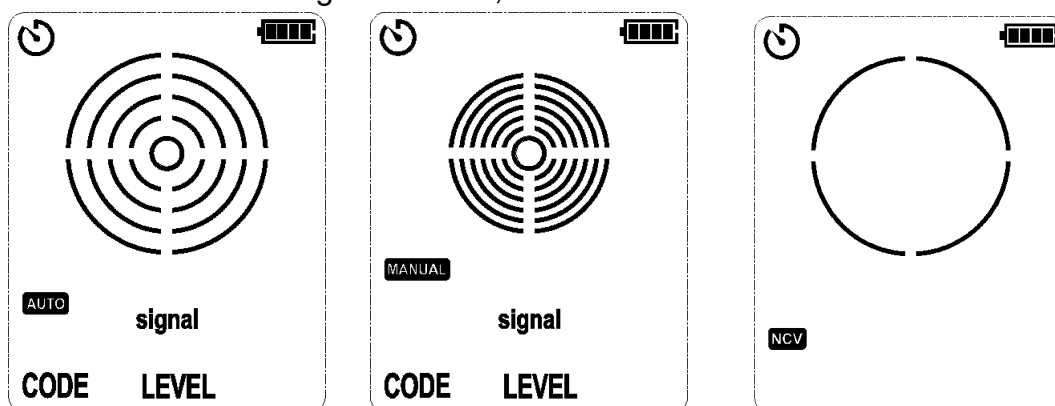

Figure 6.2.3a Mode
1. Lorsque le récepteur est allumé : En mode AUTO ou MANUEL (en mode repérage des câbles), appuyez brièvement sur le bouton NCV pour passer en mode NCV. En mode NCV, appuyez brièvement sur le bouton NCV pour passer en mode AUTO (en mode de repérage des câbles). Comme le montrent les figures 6.2.3a, 6.2.3b et 6.2.3c.